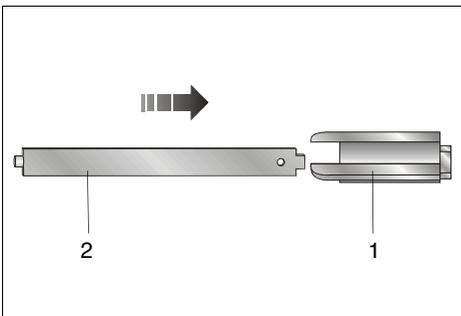
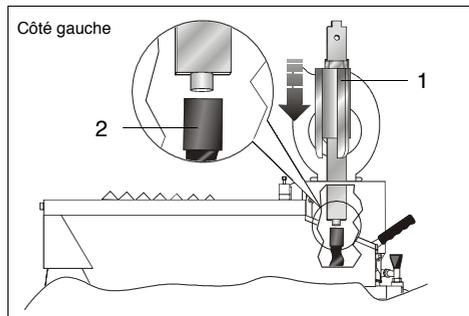

FIG.37 (Introduction de la tige dans le nettoyeur)
FIG.38 (Introduction du nettoyeur dans la chambre de mélange)
- 5) Introduire manuellement la tige (**FIG. 37 - Réf. 2**) dans le nettoyeur (**FIG. 37 - Réf. 1**);
- 6) Introduire manuellement la tige et le nettoyeur (**FIG. 37 - Réf. 1**) dans la chambre de mélange en tournant manuellement la tige jusqu'à l'introduire dans la cavité radiale du rotor (**FIG. 38 - Réf. 2**);